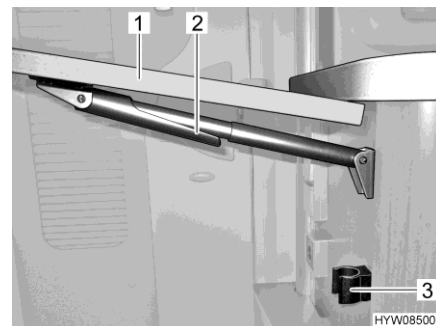

Fig. 58 Replier la table pliante / surface de travail
- Saisir la table pliante / surface de travail (Fig. 58,1) et la soulever légèrement. De l'autre main, faire basculer la fixation (Fig. 58,2) du support télescopique vers le bas.
- Faire basculer le plateau de table vers le bas jusqu'à ce que le support télescopique s'enclenche dans le support (Fig. 58,3).